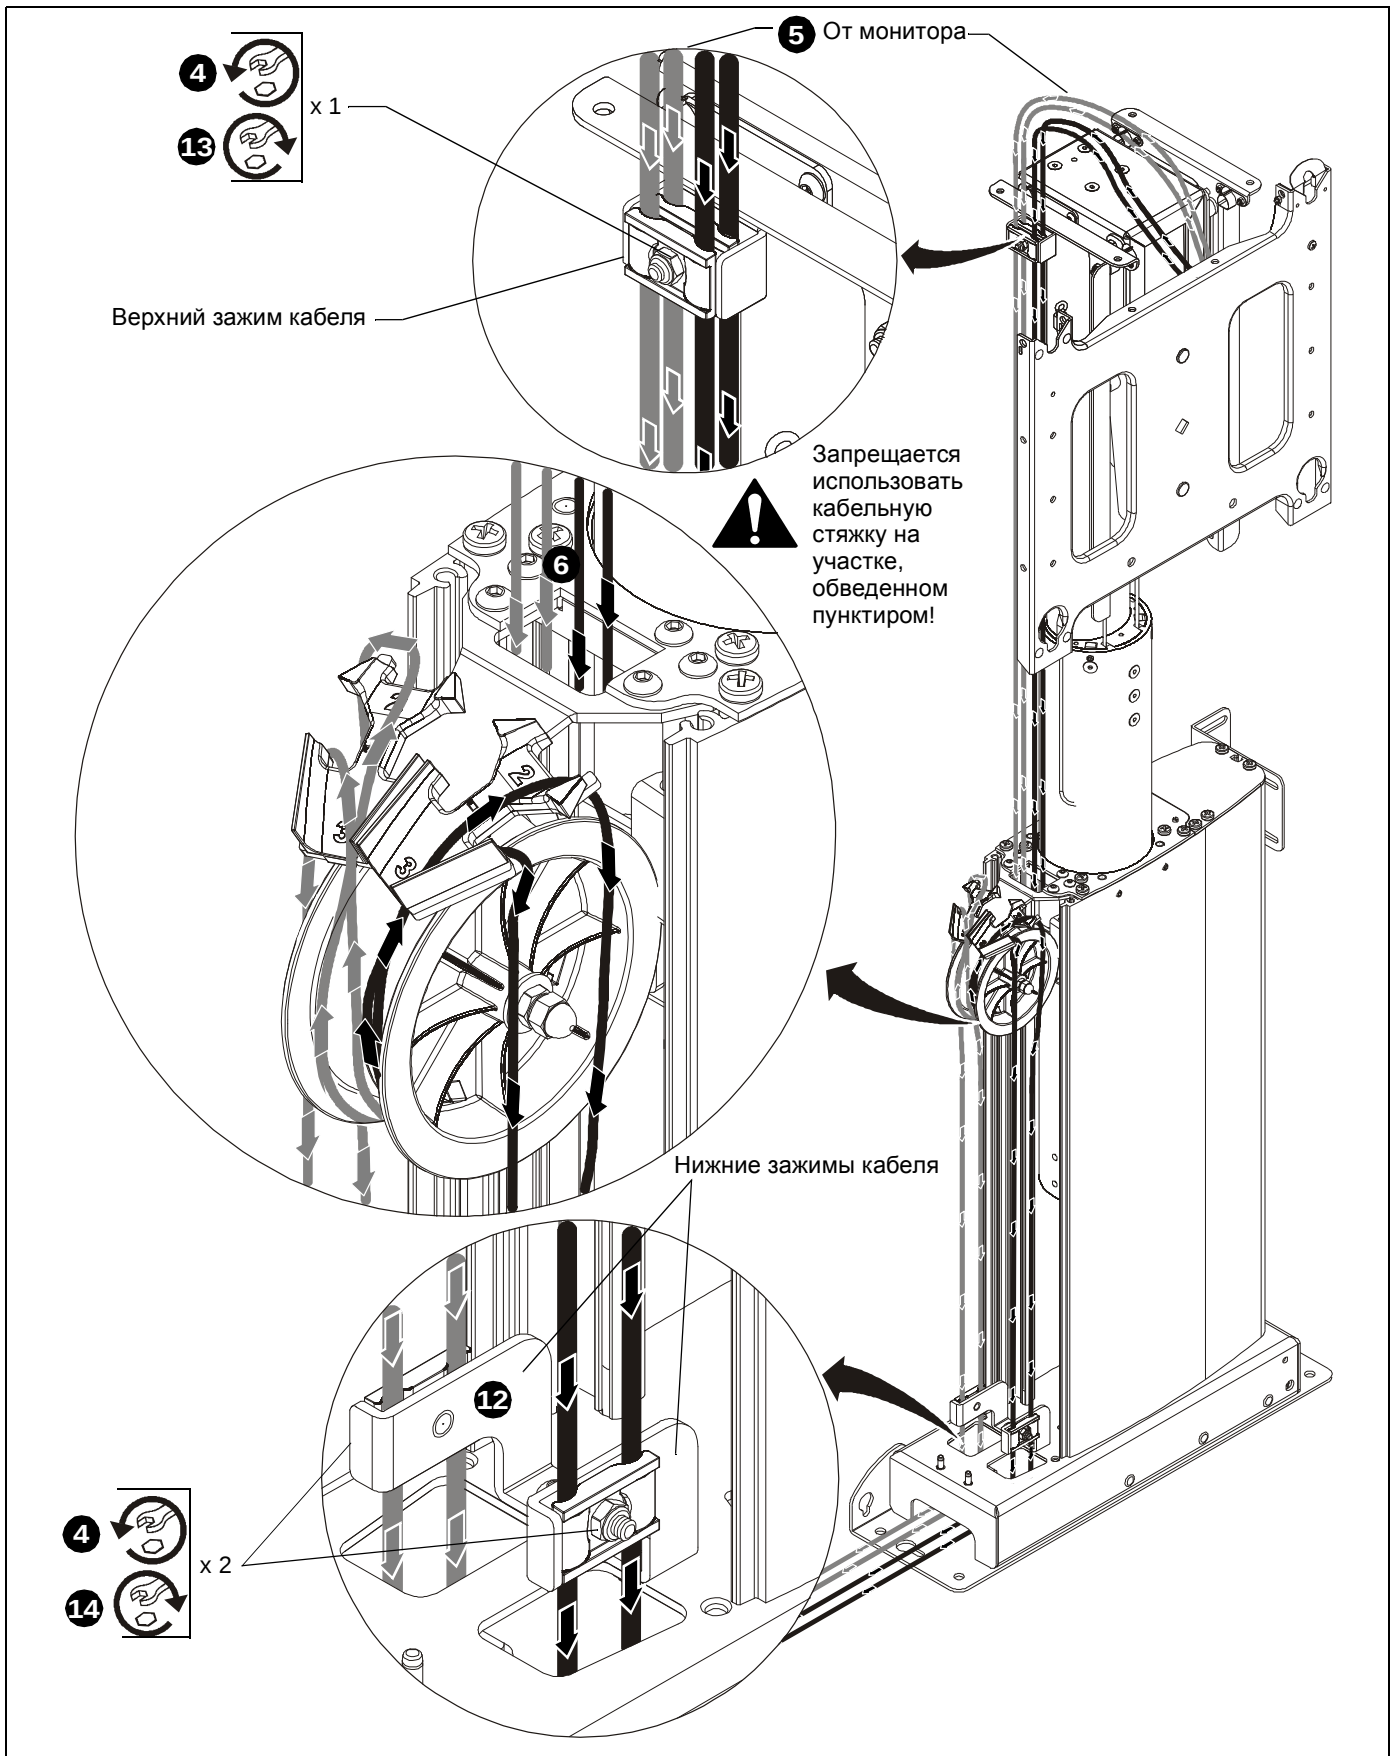
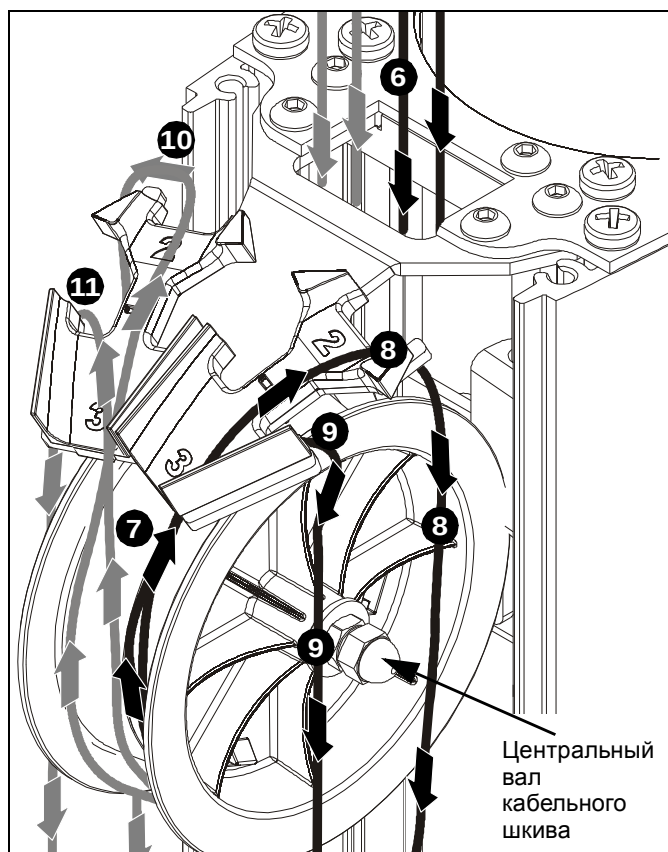

рис. 10
рис. 11
4. Ослабьте три зажима кабеля. (см. рис. 10)
5. Проложите кабель вниз через верхний зажим кабеля. (см. рис. 10) и (см. рис. 11)
6. Проложите кабель вниз через отверстие за кабельный шкив. (см. рис. 10) и (см. рис. 11)
- Убедитесь, что кабели на задней части CM2 (серые) находятся на задней части кабельного шкива. (см. рис. 10) и (см. рис. 11)
- Убедитесь, что кабели на передней части CM2 (черные) находятся на передней части кабельного шкива. (см. рис. 10) и (см. рис. 11)
7. Проложите кабели под кабельным шкивом и заведите их вверх над **верхней частью** кабельного шкива. (см. рис. 10) и (см. рис. 11)
8. Проложите один кабель от передних (черных) зажимов кабеля через отверстие для кабеля № 2 и опустите прямо вниз рядом с центральным валом кабельного шкива. (см. рис. 10) и (см. рис. 11)
9. Проложите один кабель от передних (черных) зажимов кабеля через отверстие для кабеля № 3 и опустите прямо вниз с другой стороны центрального вала кабельного шкива. (см. рис. 10) и (см. рис. 11)
10. Проложите один кабель от задних (серых) зажимов кабеля через отверстие для кабеля № 2 и опустите прямо вниз рядом с центральным валом кабельного шкива. (см. рис. 10) и (см. рис. 11)
11. Проложите один кабель от задних (серых) зажимов кабеля через отверстие для кабеля № 3 и опустите прямо вниз с другой стороны центрального вала кабельного шкива. (см. рис. 10) и (см. рис. 11)
ВАЖНО! Убедитесь, что кабели не согнуты и не перекручены! Кабели с передних (черных) верхних зажимов (см. рис. 10) должны быть спереди кабельного шкива (см. рис. 11) и спереди нижнего зажима кабеля (см. рис. 10). Кабели с задних (серых) верхних зажимов (см. рис. 10) должны быть сзади кабельного шкива (см. рис. 11) и сзади нижнего зажима кабеля (см. рис. 10).
12. Продолжайте прокладку кабелей вниз через нижние кабельные зажимы. (см. рис. 10)
14. Начиная от верхнего кабельного зажима и перемещаясь вниз, удалите все провисания кабелей и затяните нижние зажимы кабелей. (см. рис. 10)